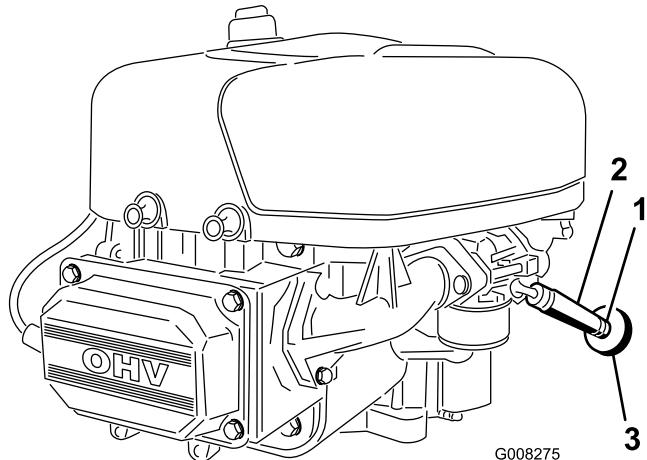

Figura 26
7. Afloje la abrazadera cerca del filtro de combustible y deslícela por el tubo, alejándola del filtro de combustible (Figura 26).
8. Retire el tubo de combustible del filtro (Figura 26).
11. Acerque la abrazadera al filtro de combustible para fijar el tubo de combustible (Figura 26).
- El mejor momento para cambiar el filtro de combustible (Figura 26) es cuando el depósito de combustible está vacío. No instale nunca un filtro sucio después de desmontarlo del tubo de combustible.